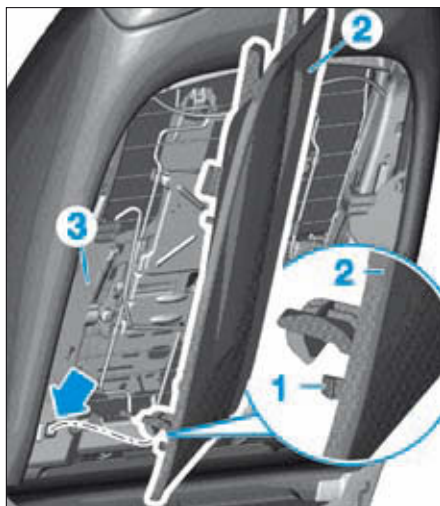

FIG. 6
- Dégrafer les deux crochets inférieurs latéraux (1) de la garniture arrière (2) du dossier (3) (Fig.6).